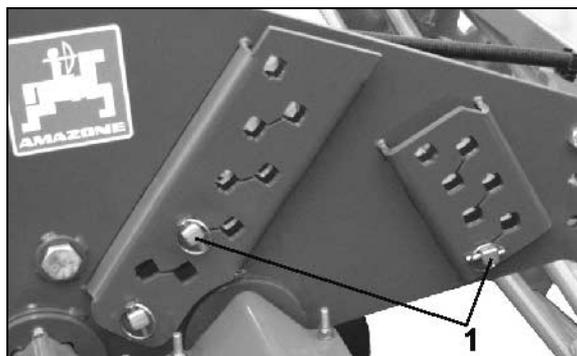

Рис. 29
3. Снова закрепите палец с пружинной защелкой (Рис. 29/1).